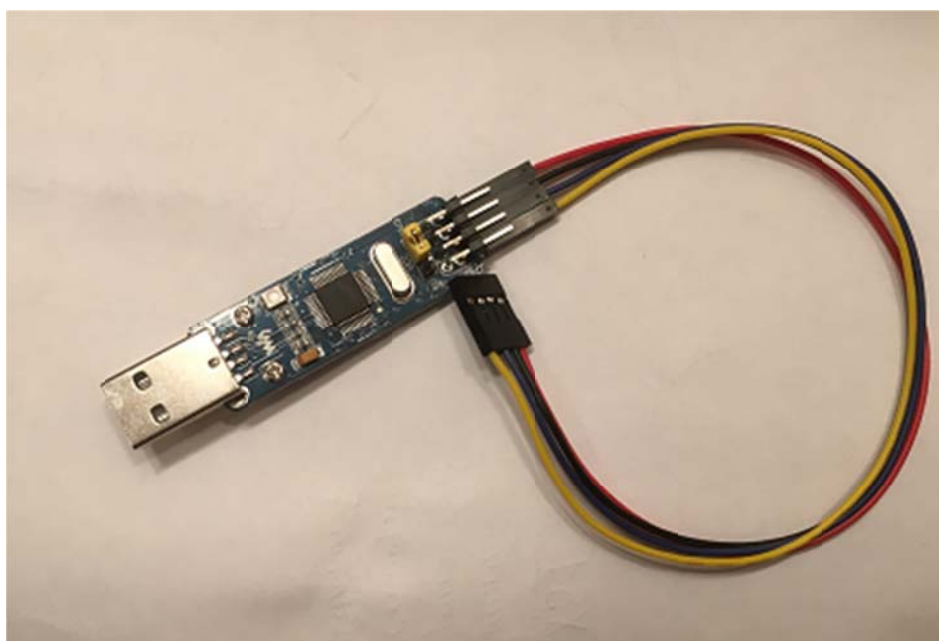

Рис. 1
2. Прошивка маяка осуществляется программатором ST-LINK v2 (рис. 1)